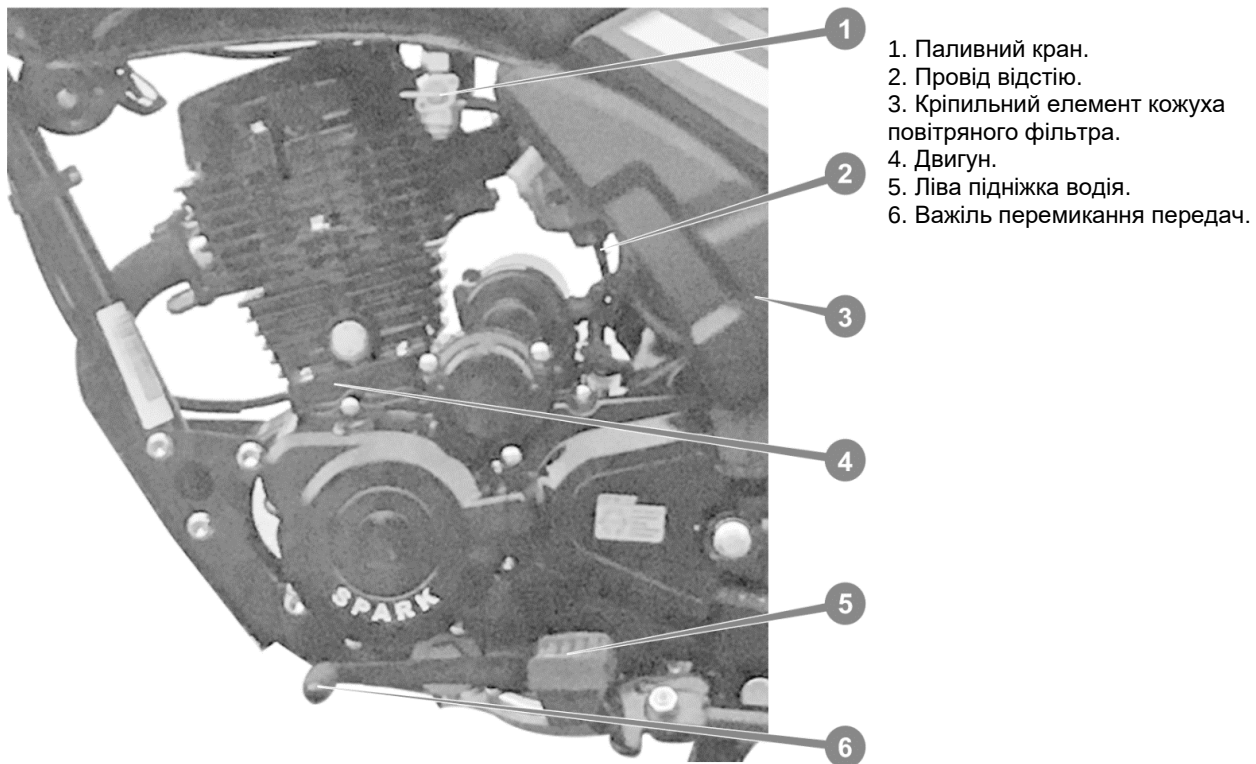
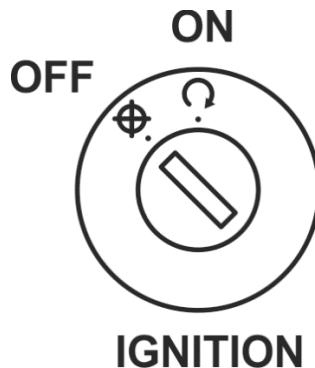

Рисунок 5. Вид двигуна ліворуч
Рисунок 8. Замок запалювання
1. Перед запуском двигуна вставте ключ у замок запалювання, поверніть його в положення «ON» (див. рис. 8.) І переконайтеся: у коробці передач ввімкнена НЕЙТРАЛЬ або НУЛЬОВА ПЕРЕДАЧА: на індикаторі передач на панелі приладів (див. рис. 3.) Світиться цифра «0»; важіль управління повітряною заслінкою карбюратора (див. рис. 7 поз. 4) встановлений у середнє положення. Паливний кран (див. рис. 5. поз. 1.) «відкрито».
Для того, щоб заглушити двигун, поверніть ключ запалювання в положення «OFF» (див. рис. 8.)
- Увімкнути першу передачу, натиснувши ногою на передню частину важеля перемикавання передач (див. рис. 5. поз. 5.)